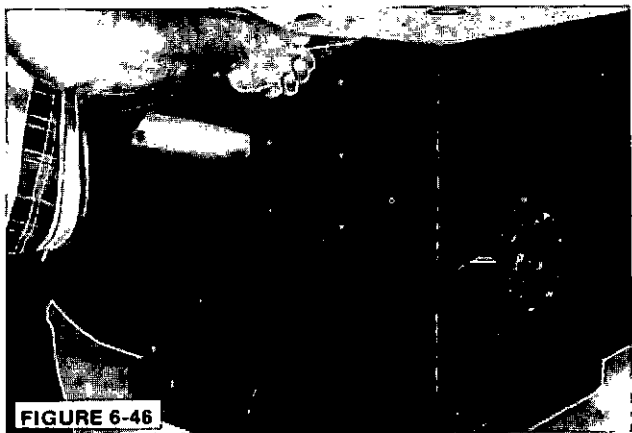

FIGURE 6-46
3. Monter la plaque du régulateur. (Figure 6-46.)